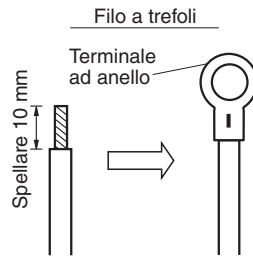
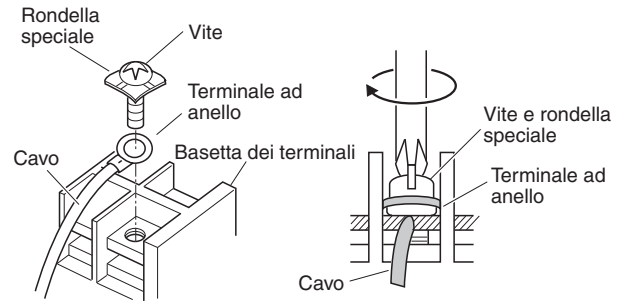

Fig. 4-7
Fig. 4-8
- (1) Asportare circa 10 mm di guaina isolante dall'estremità del cavo per esporre i fili, i quali andranno quindi attorcigliati. (Fig. 4-7)
- (2) Con un cacciavite a croce rimuovere la vite e le viti dalla bassetta dei terminali.
- (3) Con una pinza o altro attrezzo adeguato fissare bene l'estremità spellata del cavo al terminale ad anello.
- (4) Applicare il terminale ad anello, quindi rimettere in posizione e serrare la vite terminale rimossa usando un cacciavite. (Fig. 4-8)